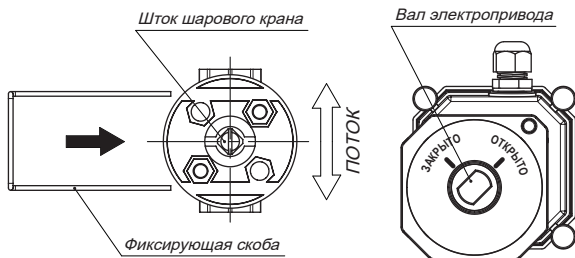

Рис. 1. Ориентация вала шарового крана и вала электропривода Gidrolock Ultimate BS.
1) Перед установкой быстроразъёмного соединения необходимо правильно сориентировать шток шарового крана и вал электропривода. Кран должен находиться в открытом состоянии. Продольная риска на штоке шарового крана должна располагаться вдоль движения потока. Вал электропривода должен находиться в положении ОТКРЫТО (рис. 1).